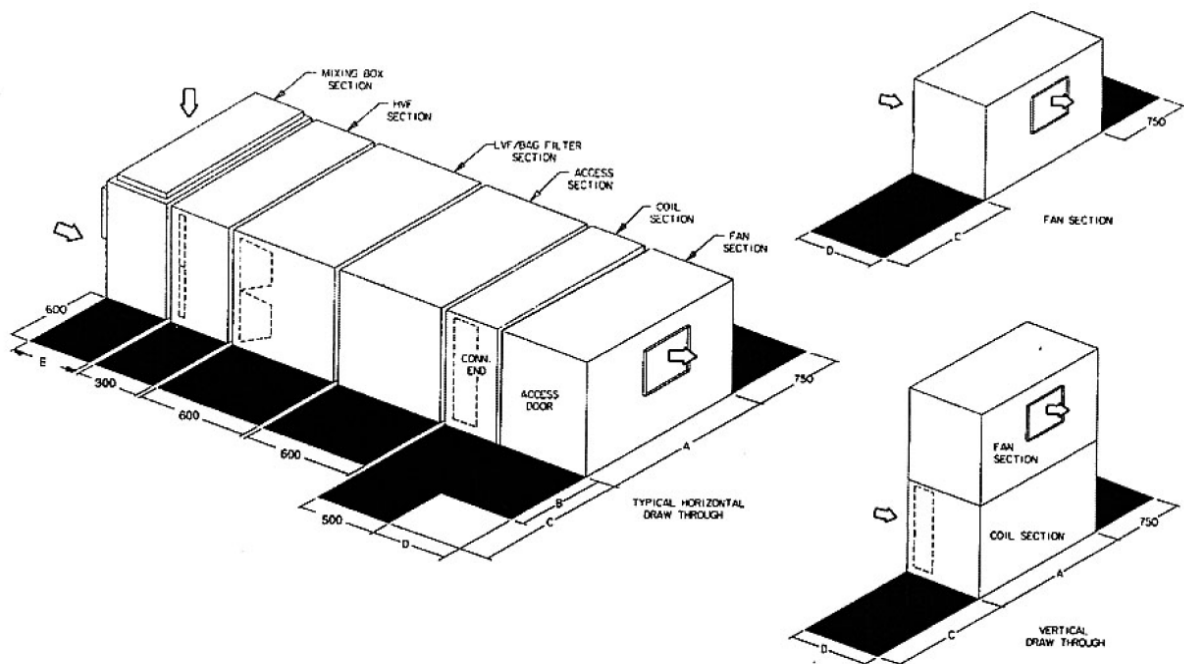

Fig.5 Typical Assemblies Dimension And Service Areas
2. ในการติดตั้งควรมีพื้นที่ในการให้บริการตาม Fig 5 (ถอดเพลลา คอลล์ ฟिलเตอร์ มอเตอร์ และอื่นๆ)